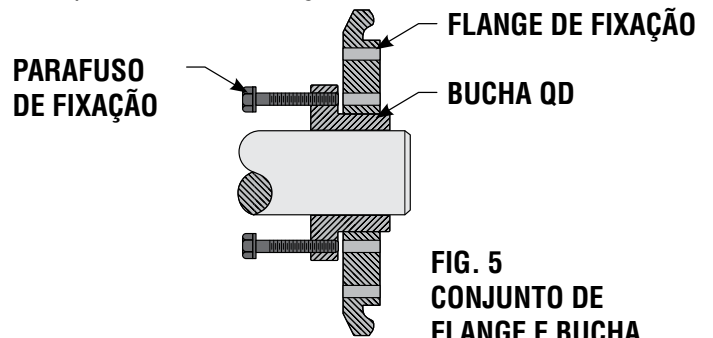

FIG. 5
1. Remova os parafusos de fixação e parafuse-os nos furos roscados na flange da bucha e contra o flange do acoplamento para quebrar o aperto do cone. (Fig. 5) Se o aperto do cone for difícil de soltar, bater na flange do acoplamento com um martelo de cabeça macia enquanto mantém a pressão do parafuso de recuo ajudará a soltá-lo, após isso a flange do acoplamento pode ser removida facilmente.